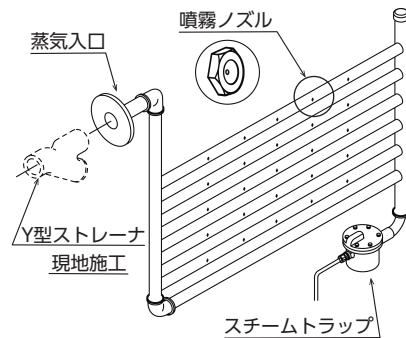

図3-19 TY型蒸気加湿管
- ・ステンレス製の管を組み合わせた構造で、蒸気入口側の縦管から横に取り出した管に配置された噴霧ノズルより蒸気を噴霧します。発生した凝縮水は反入口側の縦管からスチームトラップを経て排出されます。(図3-19参照)